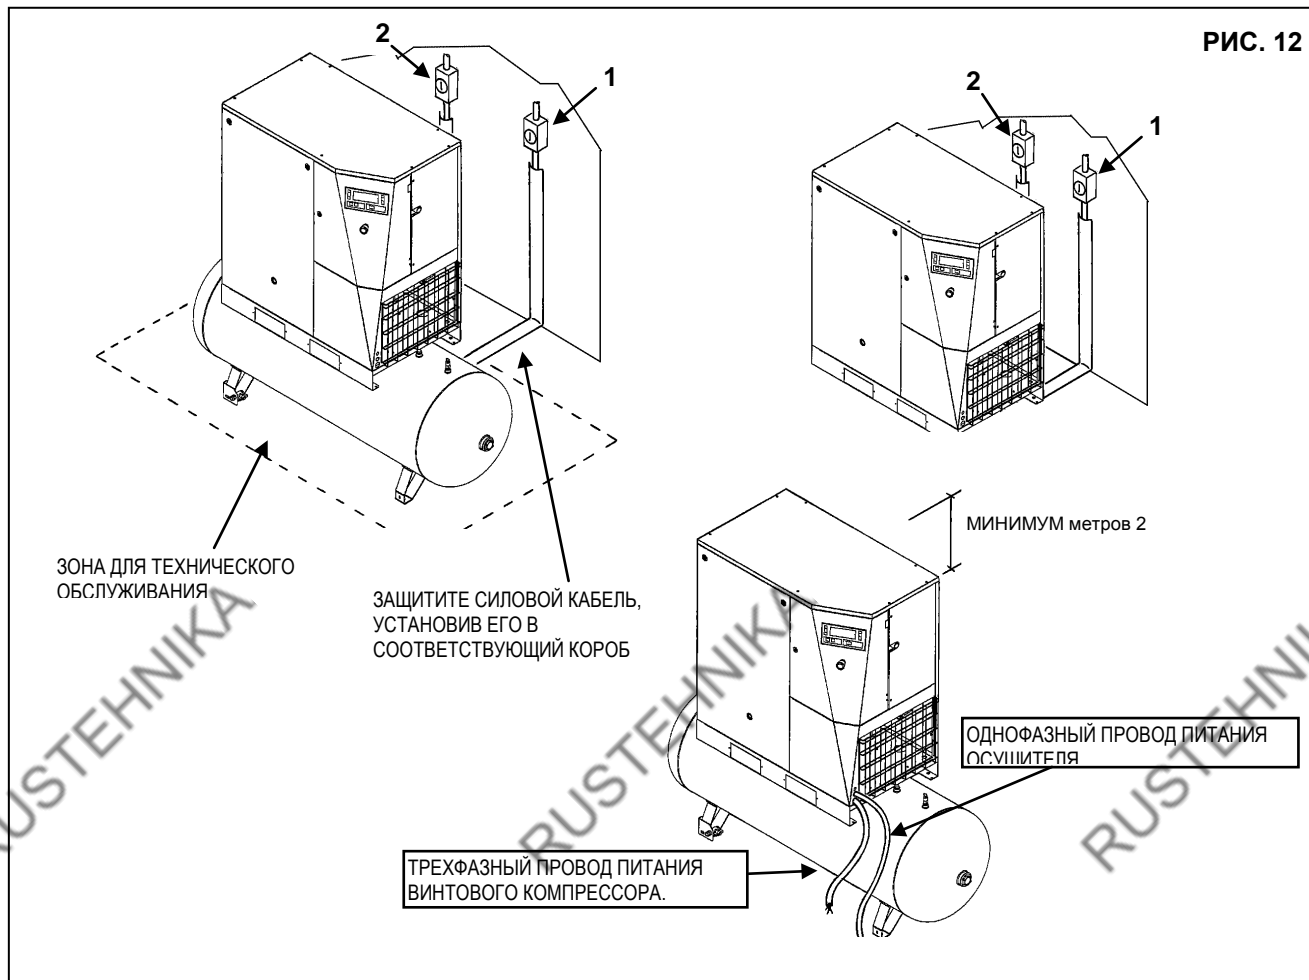

РИС. 12
- убедитесь, что вокруг установки присутствует свободное пространство, достаточное для выполнения технического обслуживания (см. рис. 12).